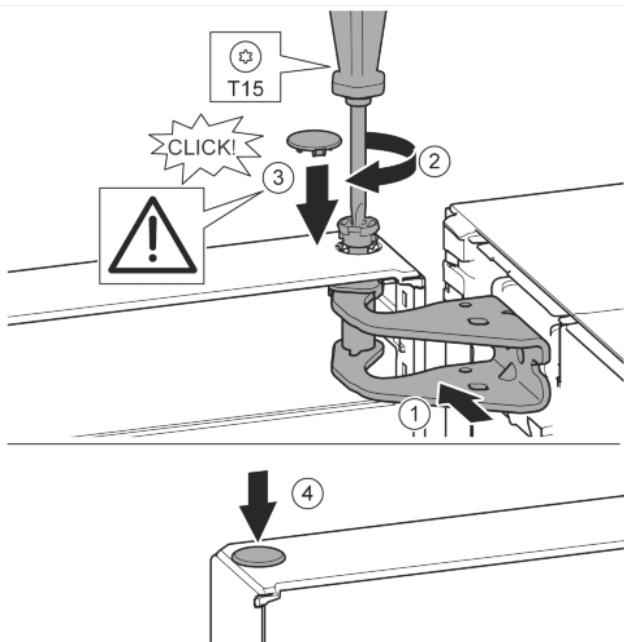

Fig. 23
- ▶ Дверь вверху выровнять по отверстию в опорном кронштейне. Fig. 23 (1)
- ▶ Вставить палец и затянуть отверткой T15. Fig. 23 (2)
- ▶ Установить предохранительную крышку для защиты двери: вставить предохранительную крышку и проверить, прилегает ли она к двери. В ином случае вставить палец полностью. Fig. 23 (3)
- ▶ Вставить заглушку. Fig. 23 (4)